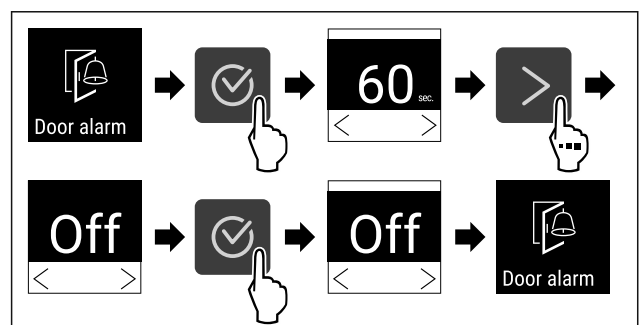

Fig. 96
- ▶ Végezze el a gyakorlati lépéseket (lásd Fig. 96) .